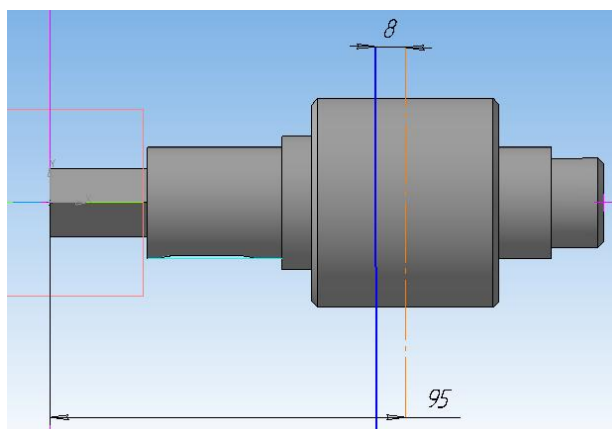

Рис. 1.
4. Достройте эскиз в соответствии с рис. 1. Длина *Осевой* и *Линии основного контура* может быть любой, но такой, чтобы эти линии выходили за пределы модели, как показано на рис. 1.